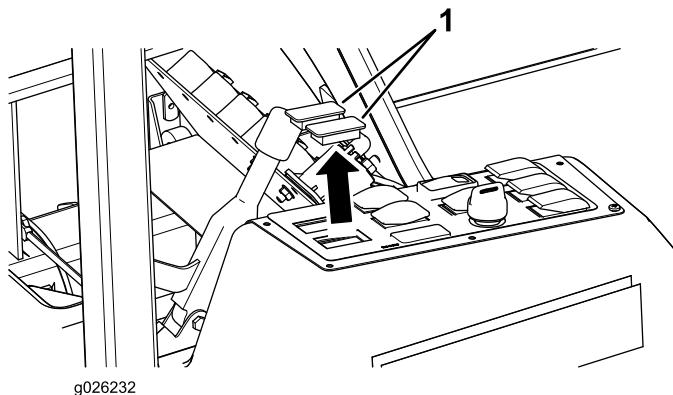

Figure 5
1. Retirez les 2 caches amovibles du panneau de commande (Figure 5).